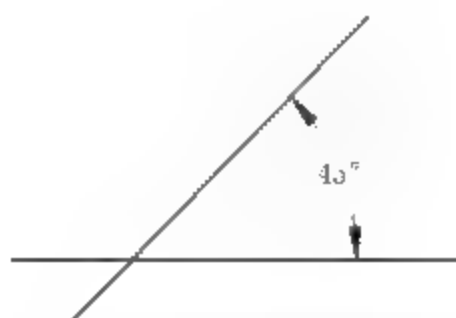

图3-14 指定角度绘制构造线
- 角度(A):选择【角度(A)】选项,可以绘制用户所输入角度的构造线,如图3-14所示。